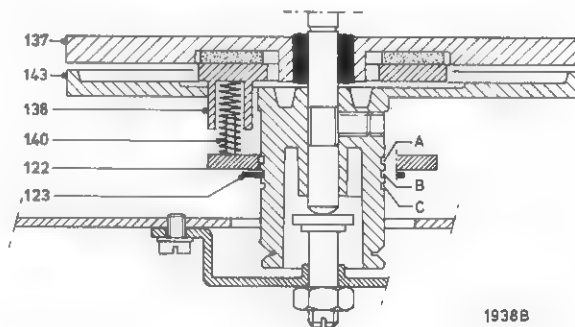

Fig. 26
Valt de gemeten waarde buiten de bovengenoemde tolerantie dan moet de aandrukkracht van ring pos. 138 tegen de frictieschijf pos. 137 vergroot respectievelijk verkleind worden. Dit is in te stellen door de borgring pos. 123 in een hogere of lagere uitsparing in poelie pos. 143 aan te brengen (zie A, B en C in fig. 26).